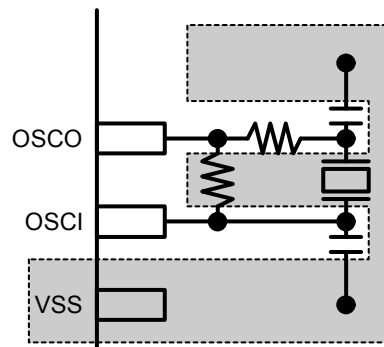

図 10.6 発振回路 VSS パターン例
- OSCI, OSCO 端子と配線は、基板の隣接する層も含め、VSS でシールドしてください。配線する層は、図 10.6 のように広めにシールドしてください。隣接する層については、できれば全面をグラウンド層に、最低でも上記端子と配線の周囲を 5mm 以上カバーするようにシールドしてください。この対策を施した場合でも、前述の通りデジタル信号線との並走は禁止します。他の層での交差についても、スイッチング頻度の低い信号以外はできるだけ避けてください。